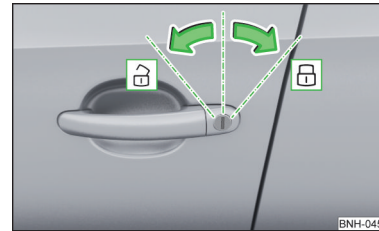

Abb. 43
**Das Fahrzeug mit dem Schlüssel entriegeln/verriegeln » Abb. 43**